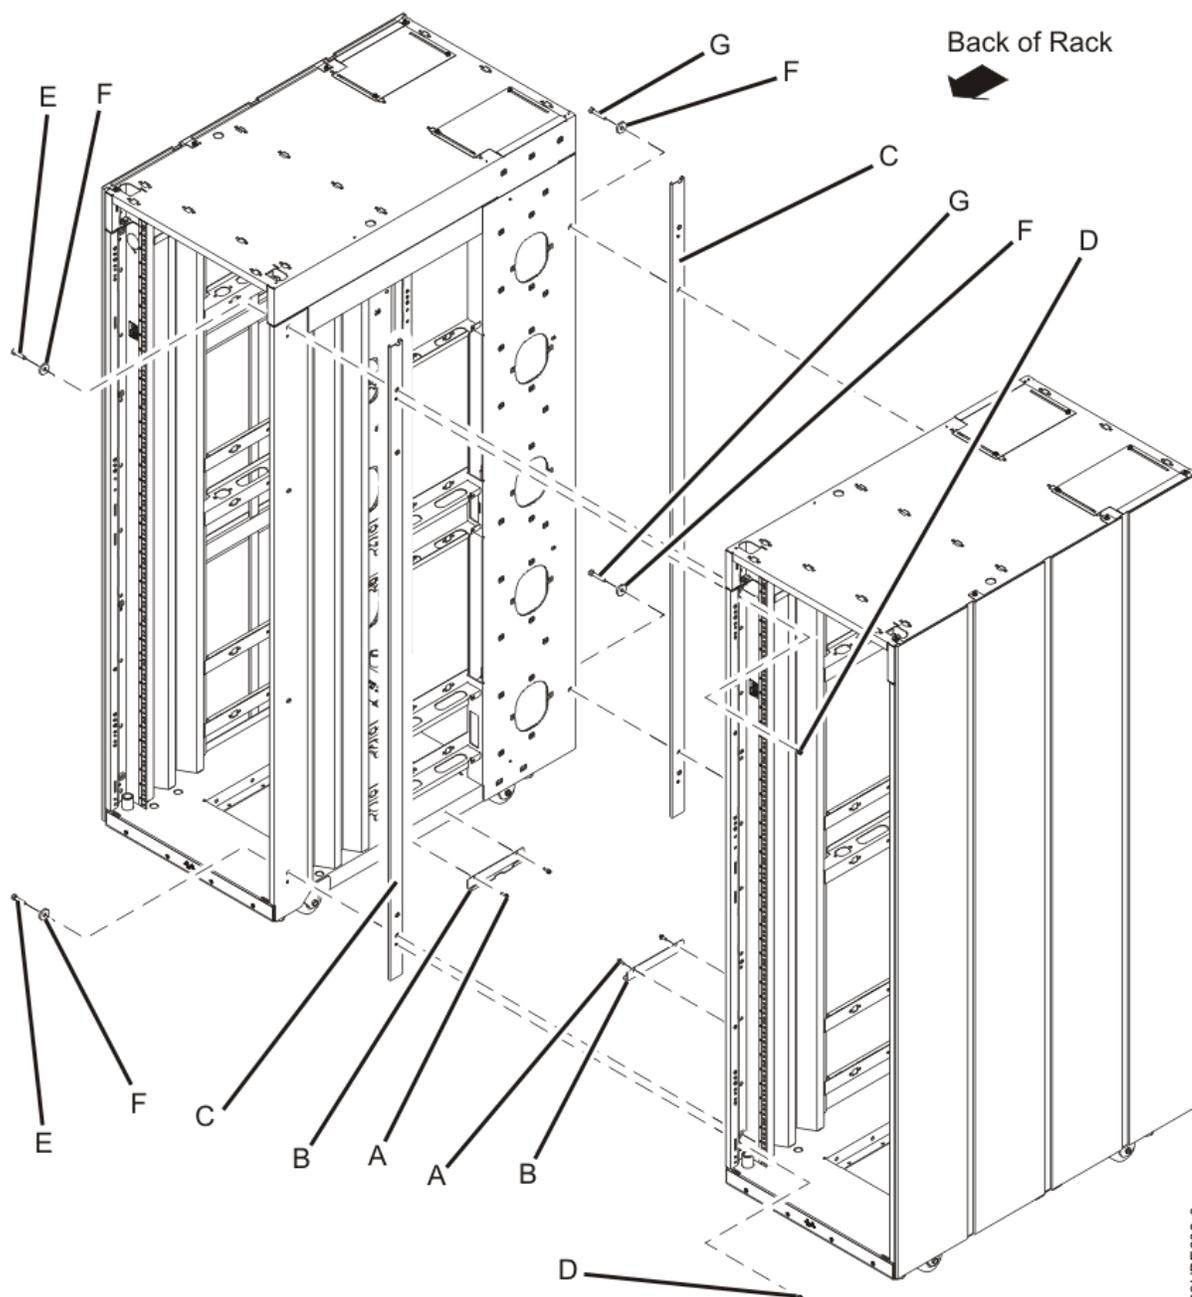

Figura 79. Remover os painéis laterais, suporte e apoios para ligar múltiplos bastidores
4. Utilize dois parafusos **(D)** para instalar o suporte espaçador **(C, à frente)**. Alinhe e instale o suporte espaçador posterior **(C)**, conforme demonstrado em Figura 79 na página 119.
7. Instale um parafuso **(E/G)** e anilha **(F)**, conforme demonstrado em Figura 79 na página 119, nas quatro posições, mas não aperte.